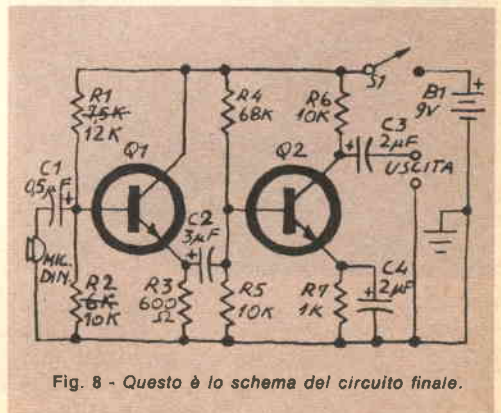

Fig. 8 - Questo è lo schema del circuito finale.
Si annotino tutti questi valori come si vede nella fig. 8.
7) Si monti sperimentalmente il circuito. Modificando i valori dei resistori, si faccia in modo di mantenere tra i valori lo stesso rapporto. Per esempio, supponiamo di non avere un resistore da 7500 Ω o da 6000 Ω per R1 o R2. Si sa che i valori possono essere aumentati e quindi si trovi il rapporto di R1/R2 che è 1,25. Un aumento di entrambi i valori aumenterà solo l'impedenza d'entrata, il che non è dannoso. Quindi, come si vede nella fig. 8, R1 e R2 sono stati scelti con un valore di 12k e 10k rispettivamente, in quanto questi valori erano facilmente reperibili.